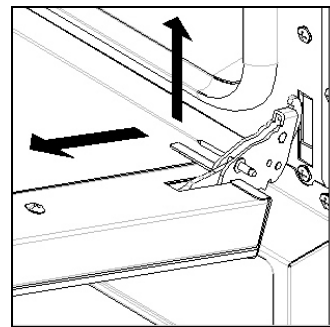

Fig. 4
- Levantar a porta ligeiramente e retire-o (Fig. 4);